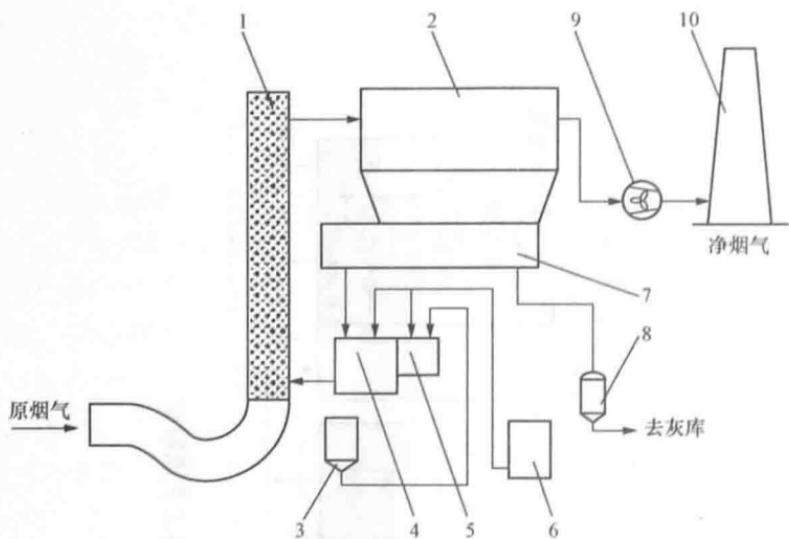

图 A.3 增湿灰循环半干法烟气脱硫工艺流程图
A. 3. 1 增湿灰循环半干法烟气脱硫工艺，见图 A. 3。